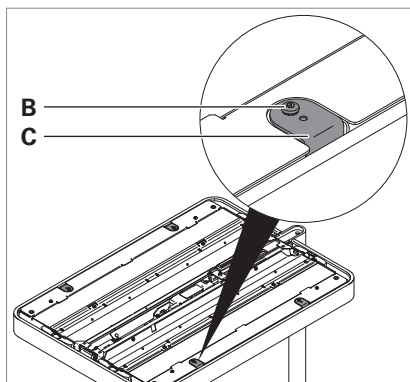

Fig. 18: Rimozione dei fermi.
- Sfilare tutte e quattro le viti di fissaggio **B** dalle fascette **C** con un utensile speciale, vedi Fig. 18.